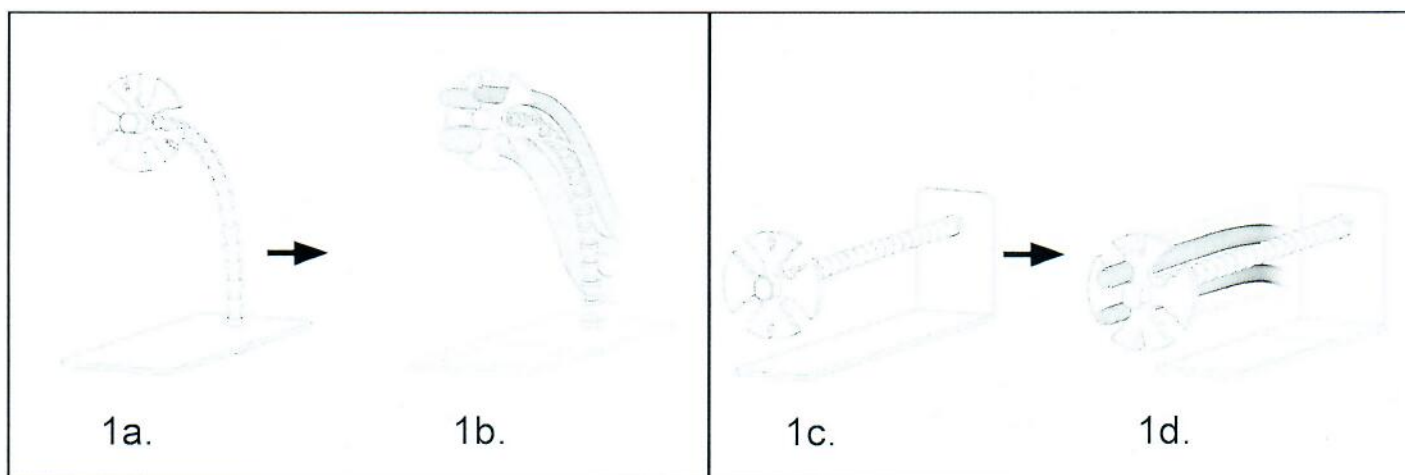

Рис. 1.
5904000 - Держатель шлангов (дыхательной системы) для взрослых/детей, для использования с трубкой 30 мм/22 мм/15 мм (рис. 1.a)
Предупреждение. Держатели шлангов (дыхательных систем) 5904000 и 5905000 нельзя использовать вблизи оборудования МРТ. 5905000 - Держатель неонатальной/детской дыхательной системы, предназначенная для использования с трубкой 15 мм/10 мм (рис. 1.c.)
3. Подсоедините дыхательную систему, убедившись, что трубки надежно вставлены в соответствующие отверстия держателя шлангов. (Рис.1.b и Рис.1.d.)
3. Убедитесь, что используется соответствующий размер прорези опоры трубки, чтобы не деформировать и не повредить дыхательную систему или аксессуар (Рис.1.b и Рис.1.d.).